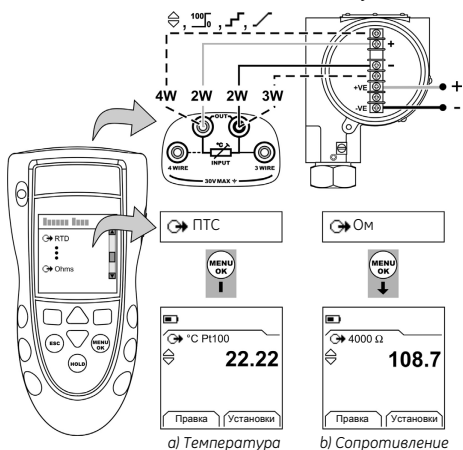

Рисунок 2: Пример конфигурации - Для имитации значений температуры или сопротивления ПТС
1. Подключите прибор (Рисунок 2) и, при необходимости, отрегулируйте *Настройка* (Таблица 1).